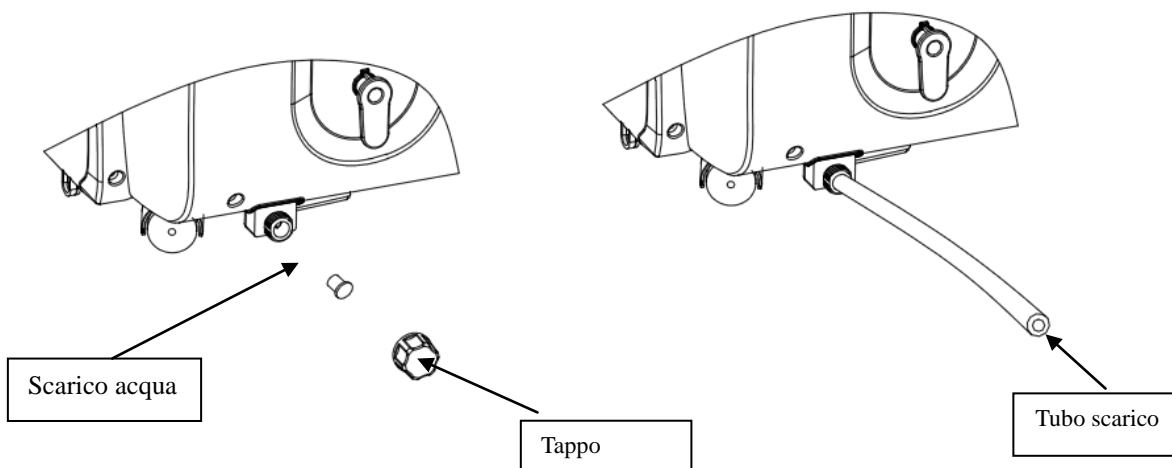

Figura 15
- 1) Svita il tappo di scarico (come in Figura 15)